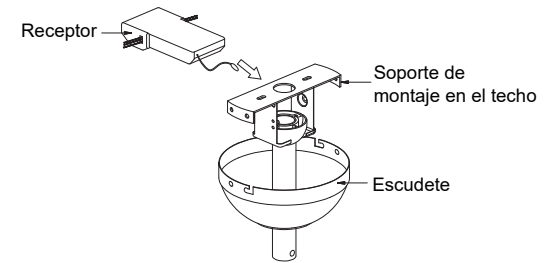

Fig. 12
NOTA: Vuelva a comprobar que los interruptores del transmisor y del receptor estén en la misma posición. Cualquier combinación de ajustes hará funcionar el ventilador siempre y cuando el transmisor y el receptor estén en la misma posición (**Fig. 12**).
Paso 1. Inserte el receptor en el soporte de montaje de techo con el lado plano del receptor mirando hacia el techo (**Fig. 12**). Para obtener el mejor rendimiento, asegúrese de que la antena negra en el extremo del receptor permanezca extendida y no se enrede con ninguno de los cables eléctricos.